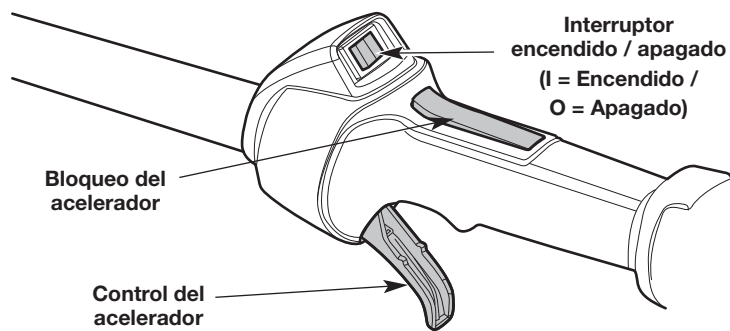

Fig. 18
NOTA: No es necesario encender la unidad. El interruptor de encendido/apagado está en la posición **Encendido (I)** en todo momento (Fig. 18).
NOTA: NO apriete el control del acelerador (Fig. 18) hasta el paso 6.
6. Oprima y mantenga apretado el bloqueo del acelerador (Fig. 18). Apriete el control del acelerador según sea necesario para el funcionamiento (Fig. 18).
2. Oprima y mantenga apretado el interruptor de encendido/apagado en la posición **Apagado (O)** hasta que el motor se pare por completo (Fig. 18).